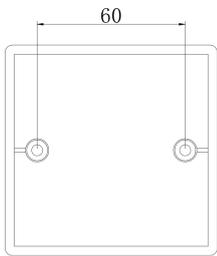
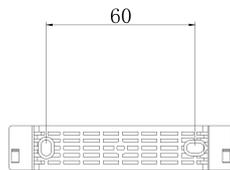

图 1
图 2
1. 86 底盒安装方式：该安装方式需使用如下图 1 的国标 86 底盒，和下图 2 的支架固定，该支架为产品标配。如下图 3，预先把 86 底盒嵌入墙体，将支架与 86 底盒固定，再将支架两侧挂耳底部与墙面贴合如下图 4(锁紧力需适中，防止因锁紧力过大使支架变形，最终导致探测器背面与墙面缝隙过大)。完成接线后，如下图 5，把探测器扣入支架卡勾内，即完成安装。